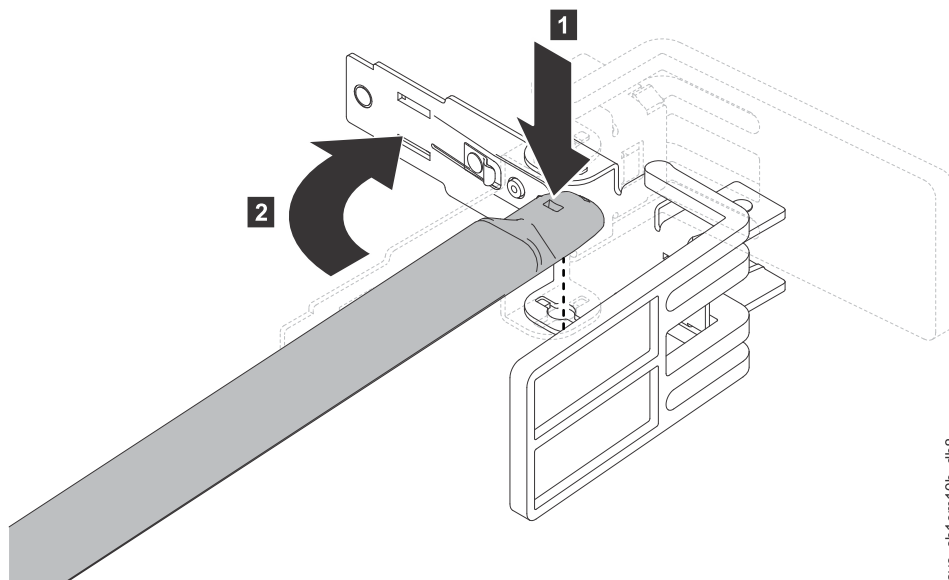

Figura 21. Conectando o braço do suporte de organização de cabos na trava
2. Conecte a outra extremidade do braço do suporte na trava, conforme mostrado na Figura 21 na página 27.